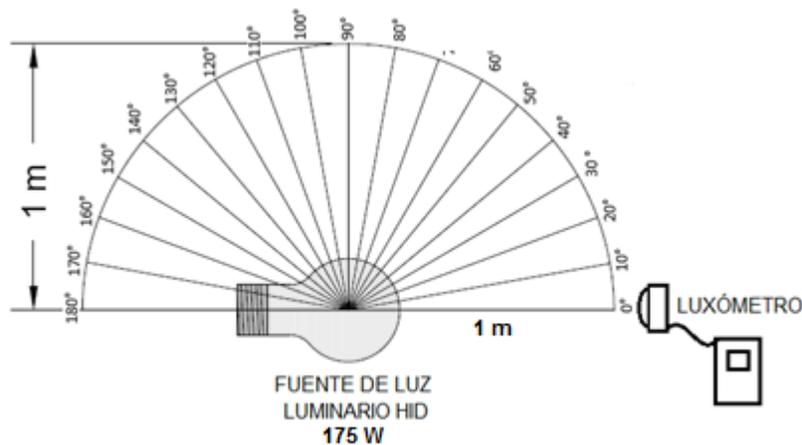

Figura 5. Ángulos sobre el piso teniendo como centro la vertical del luminario..
4. Con el luxómetro realizar la primera medición en 0° a la distancia de 1 m, como lo muestra la figura 5.